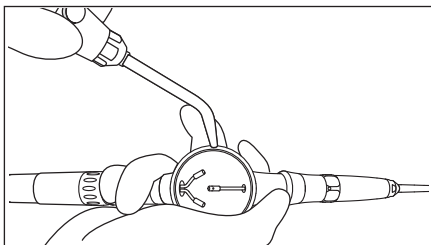

Fig. 13
- Éliminez la poudre présente dans le compartiment avec de l'air. (Fig. 13)